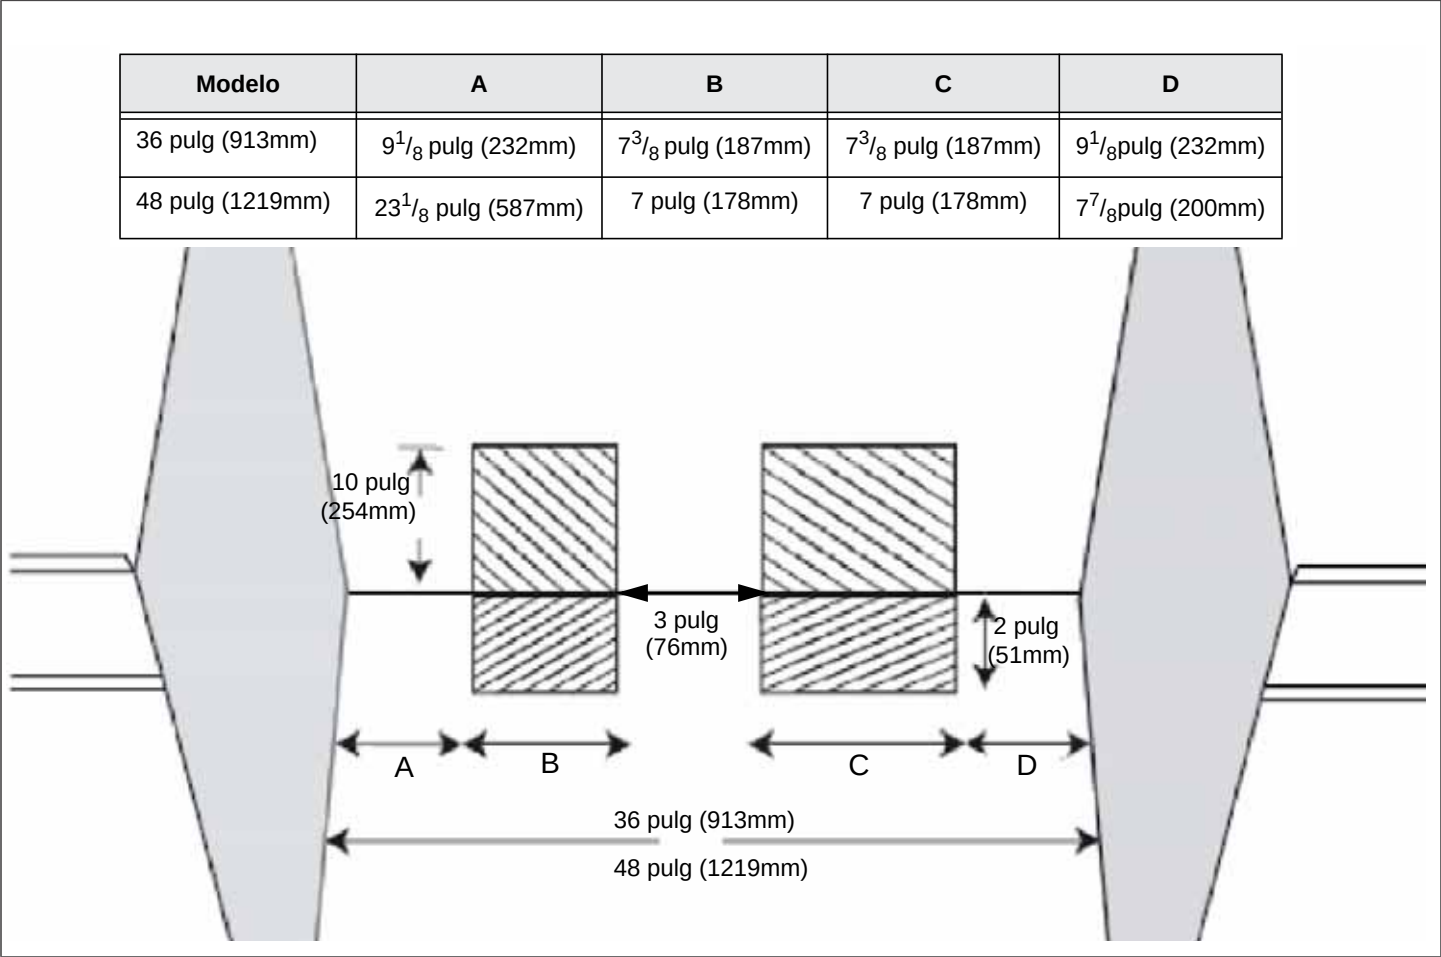

FIGURA 3: SUMINISTRO DE GAS Y ALIMENTACIÓN ELÉCTRICA DE LAS ESTUFAS MIXTAS
- El suministro de gas y la alimentación eléctrica deben estar dentro de la zona indicada en la Figura 3 de la página 7.